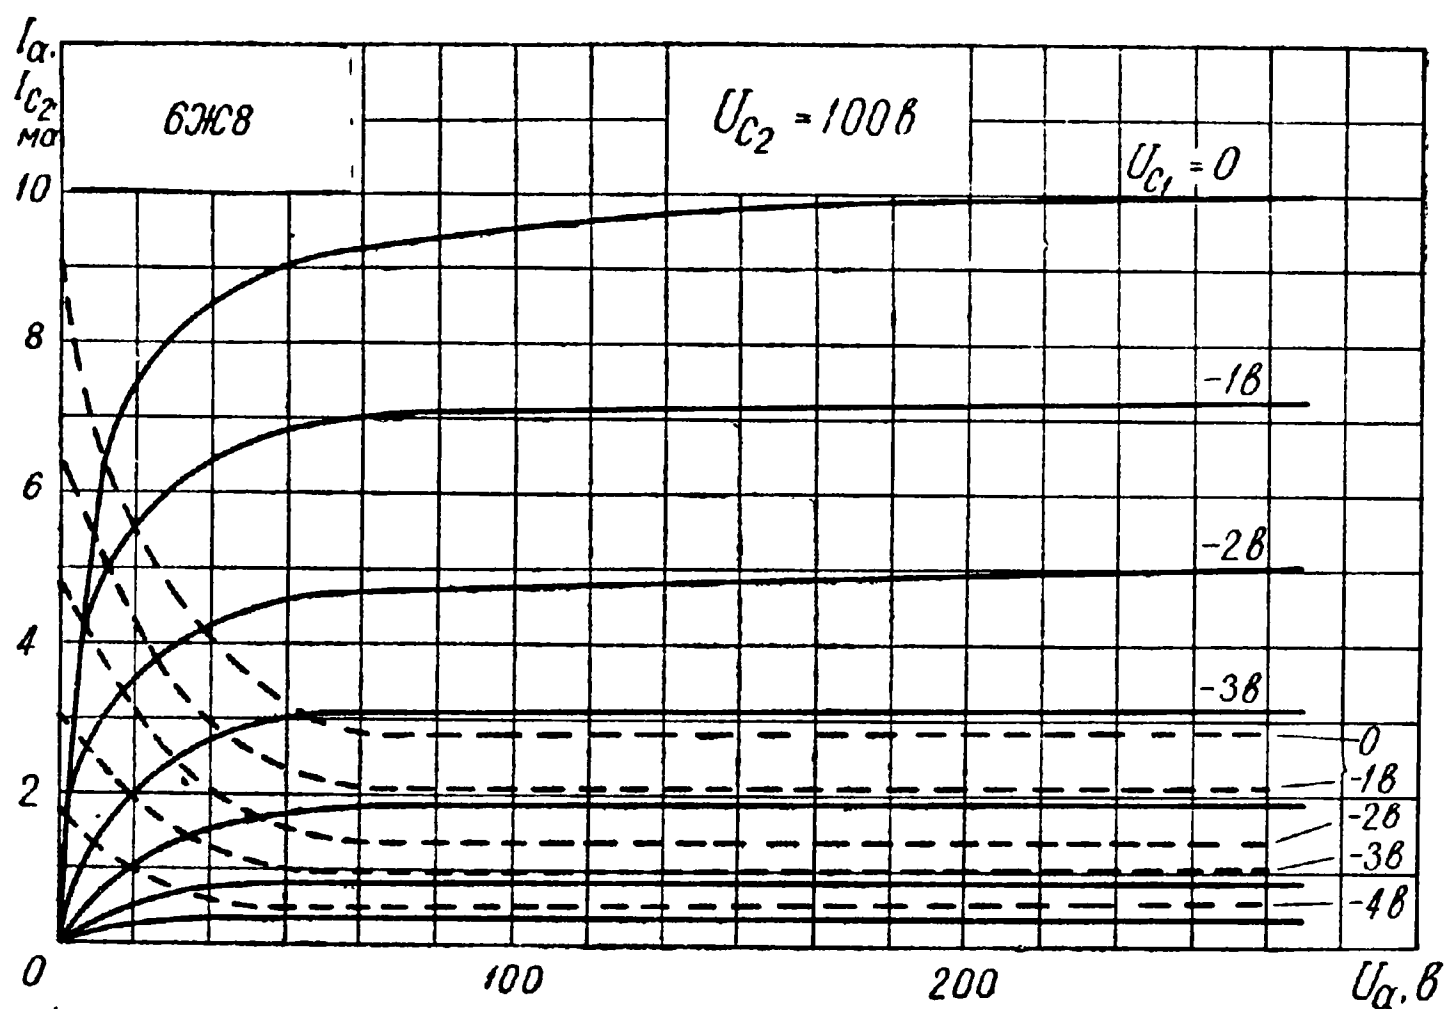

Рис. 1. Анодные характеристики пентода 6Ж8 при напряжении на экранирующей сетке 100 в.
Пример. Пересчитать анодные характеристики пентода 6Ж8 при $U_{c_2} = 100$ в (рис. 1) на анодные характеристики при $U'_{c_2} = 20$ в.
4. Значения всех анодных токов и анодных напряжений на семействе анодных характеристик пентода 6Ж8 при $U_{c_2} = 100$ в (рис. 1)